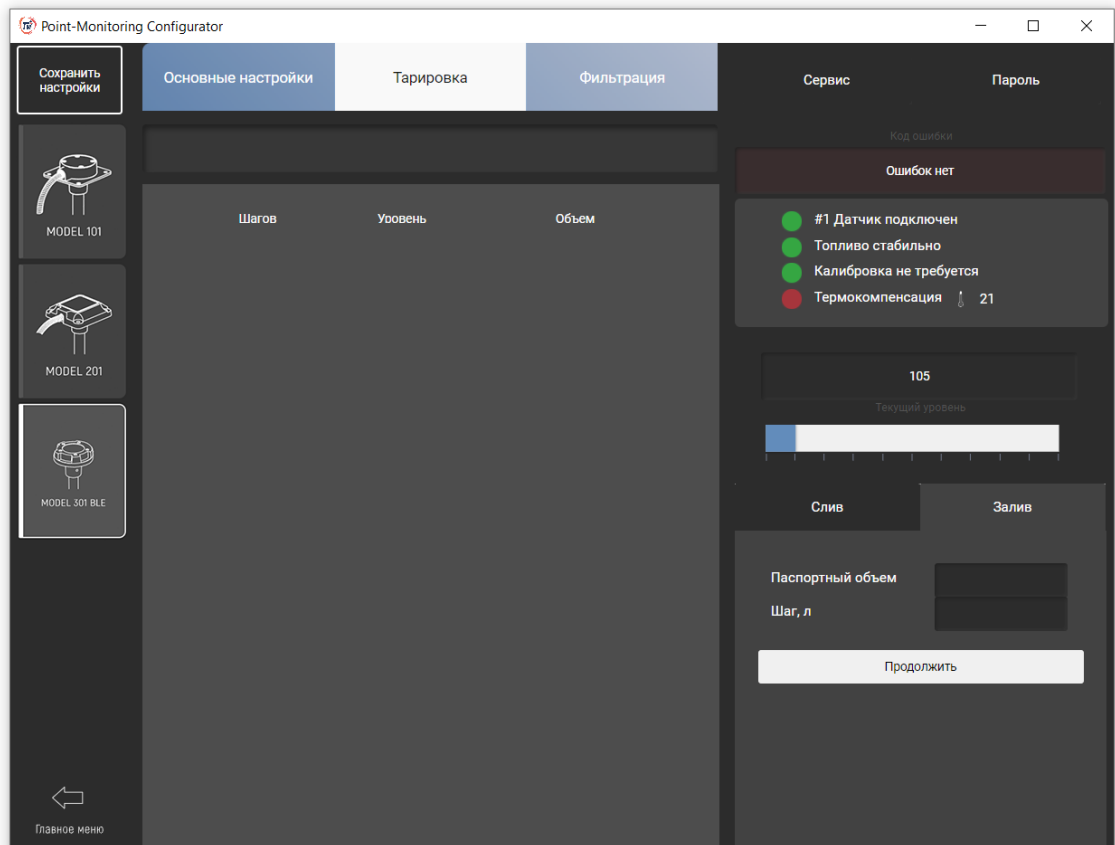

Рис.31– Окно программы с открытой вкладкой «Тарировка»
2) Перейти во вкладку «Залив». Раздел тарировки примет вид, показанный на Рис.31.